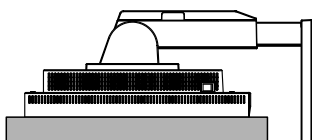

Figura S.1
1. Vuelque el monitor con cuidado y apóyelo en una superficie plana por la parte de la pantalla (**Figura S.1**).